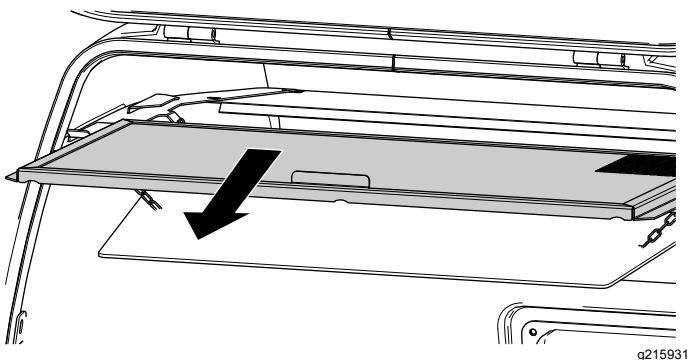

Рисунок 139
3. Снимите сетку бункера и очистите ее (Рисунок 139).